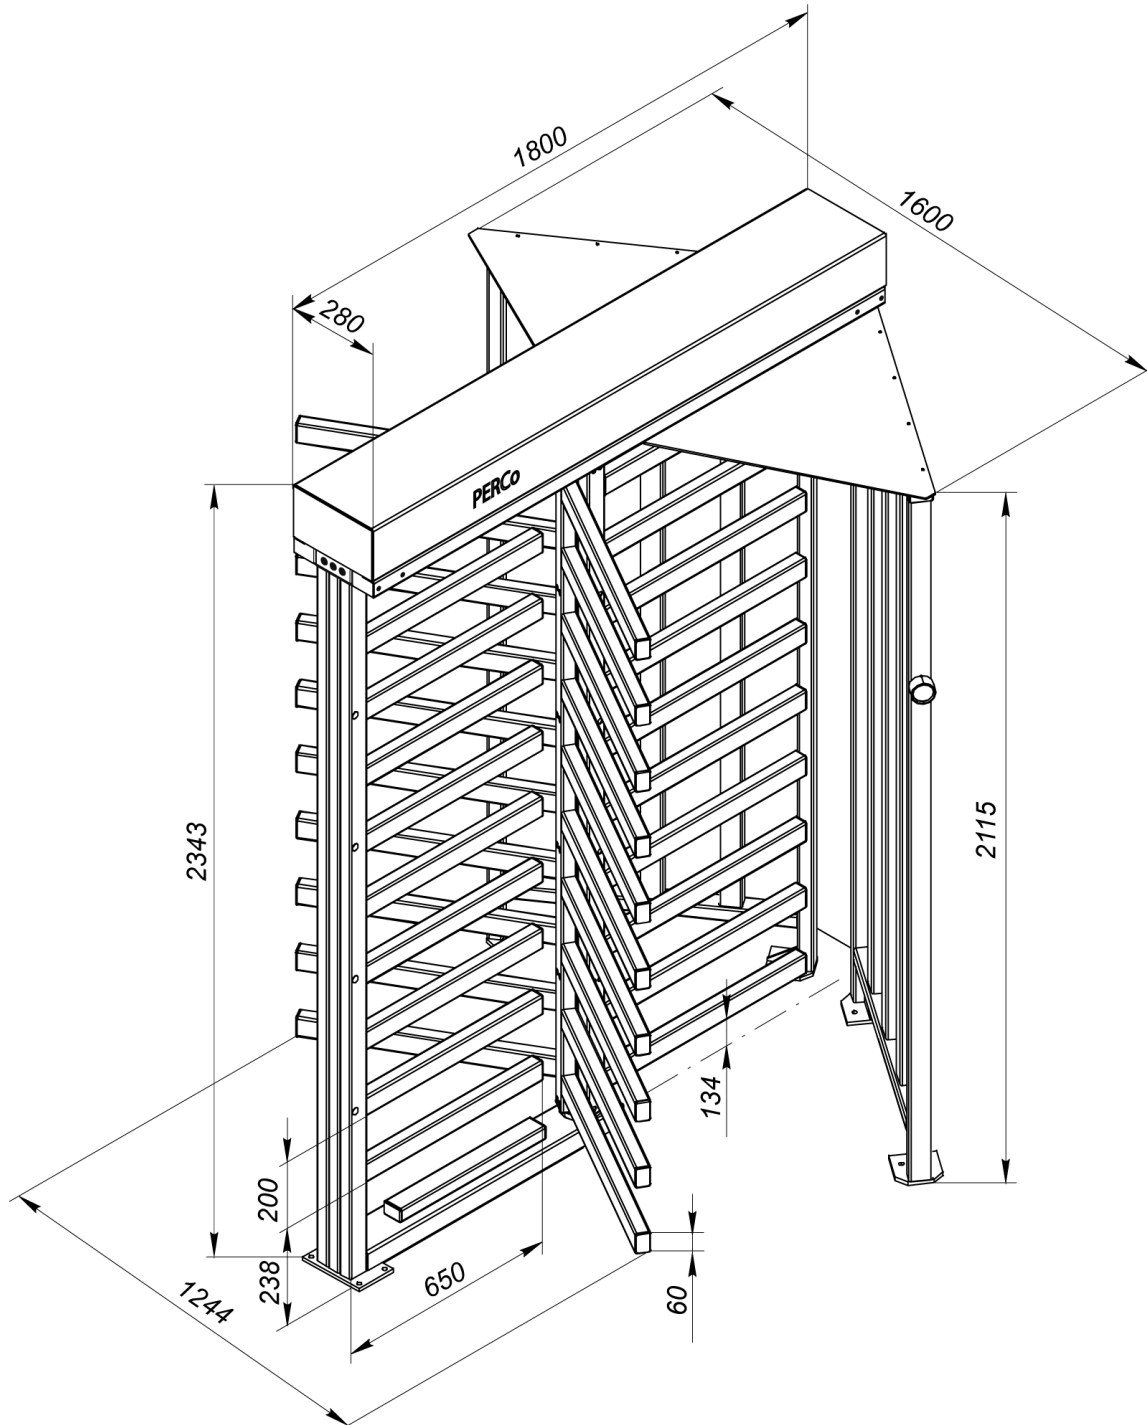
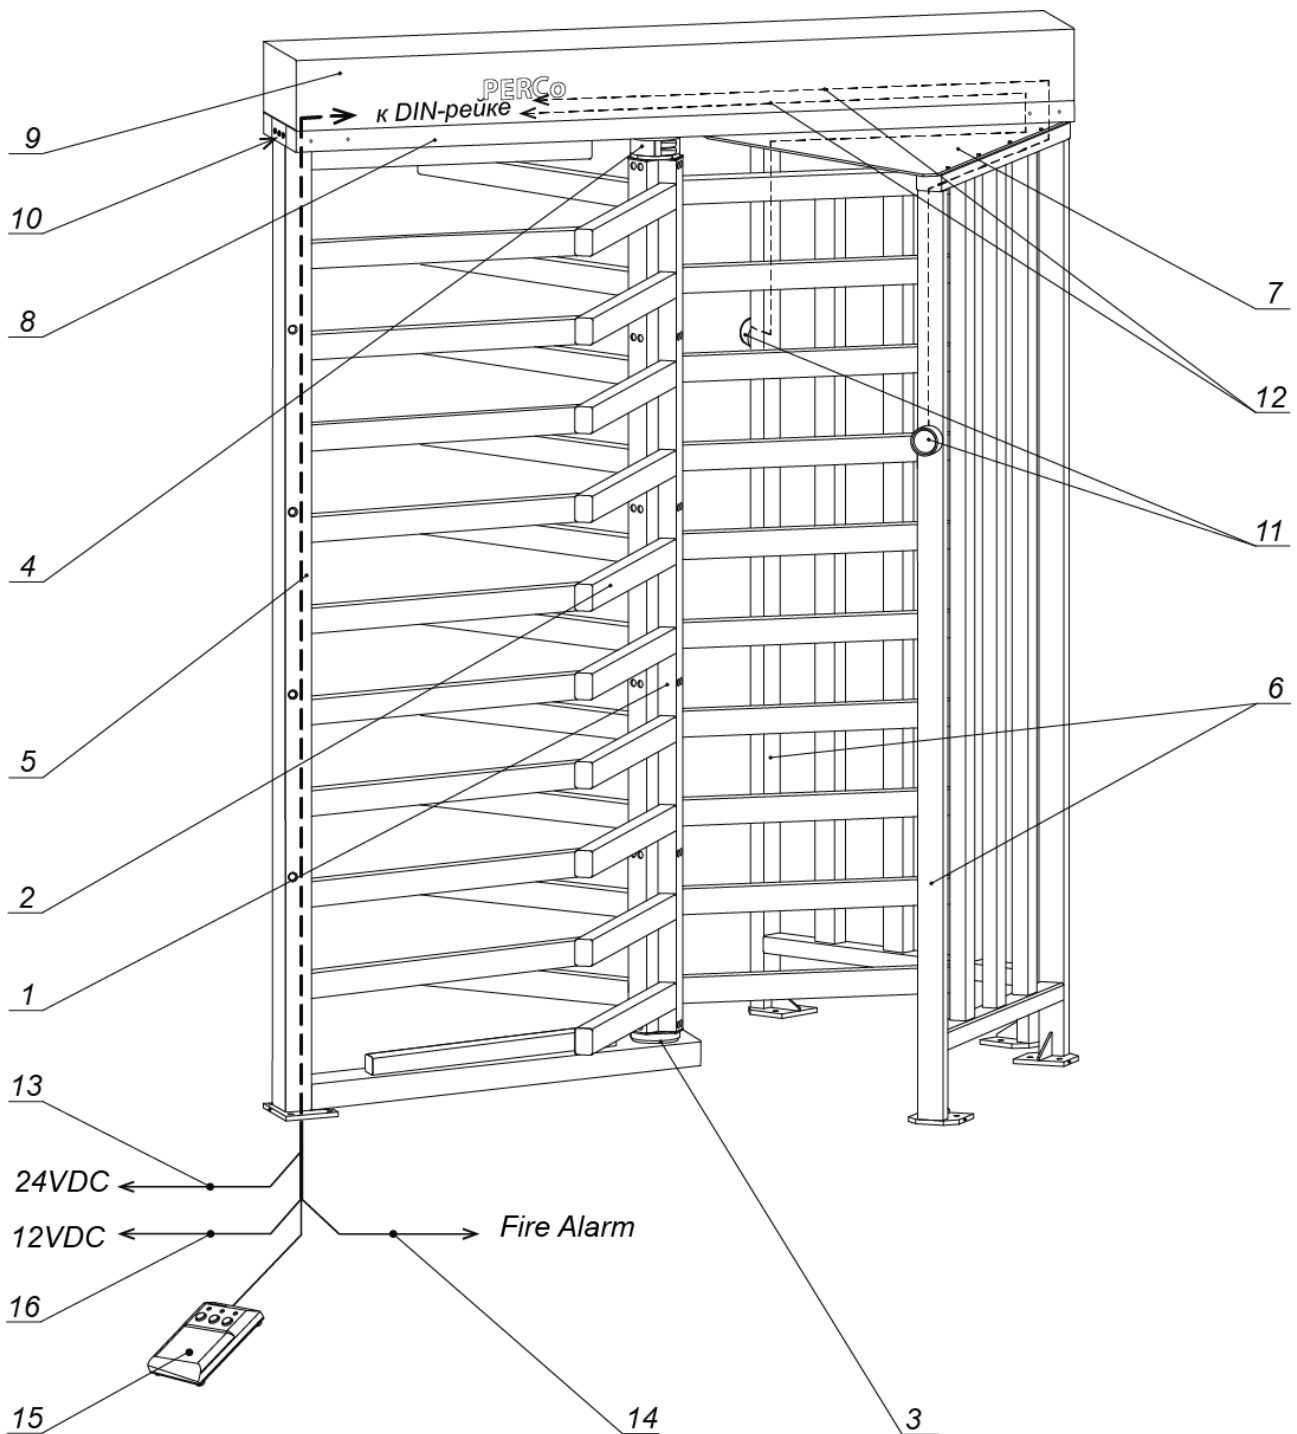
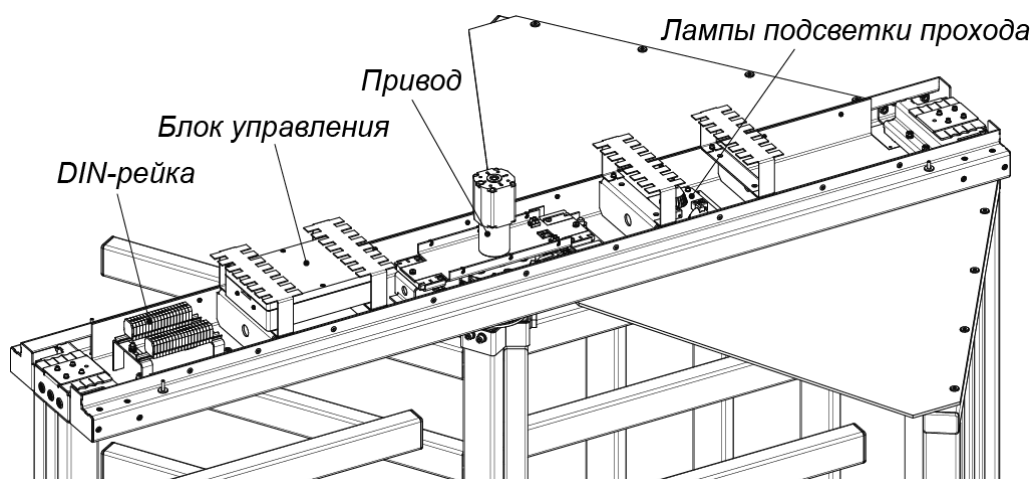

Рисунок 1. Габаритные размеры турникета
Рисунок 2. Устройство турникета
Рисунок 3. Вид балки привода (8) без крышки (9) турникета PERCo-RTD-15.1
Устройство турникета показано на рис. 2. Номера позиций в руководстве даны в соответствии с рис. 2. Габаритные размеры турникета показаны на рис. 1.
Блок управления выполнен в виде отдельного устройства в закрытом корпусе и осуществляет управление турникетом в соответствии с поступающими управляющими сигналами. Для удобства подключений все соединения блока управления выведены на DIN-рейку, расположенную внутри балки привода (см. рис. 3 и 4). Подводка всех кабелей к DIN-рейке осуществляется через нижнее отверстие в стойке с преграждающими планками (5) со стороны фланца, далее вверх по стойке в балку привода (см. рис. 2, 3 и 4).